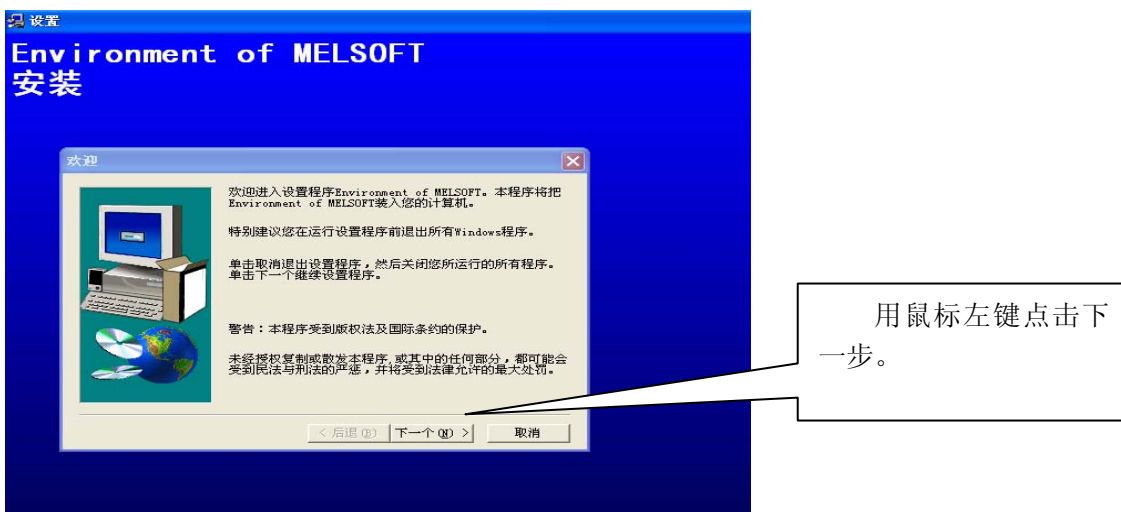

图3-11 软件安装
*用鼠标左键双击SETP. EXE 后弹出如下图3-11欢迎界面；